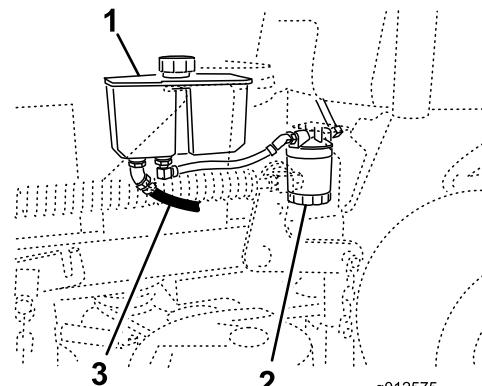

図 73
- 油圧オイルタンクの下にある前油圧ホースを探し出し、その下にオイル受け容器を置く図73。